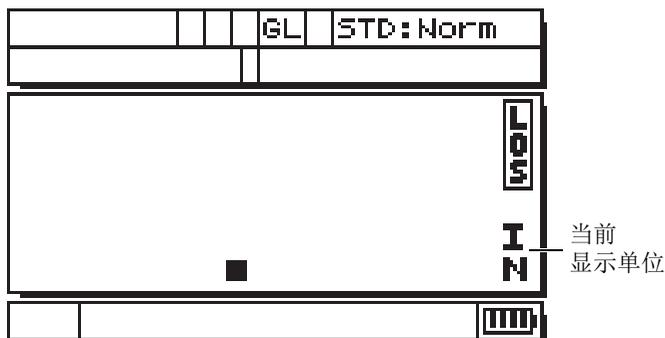

图 4-2 零位屏幕
4. 按 [2nd F], [CAL ZERO] (Do-ZERO)（第二功能，校准零位，零位补偿）键。测厚仪显示零位值，然后显示测量屏幕（参见第 37 页的图 4-2）。